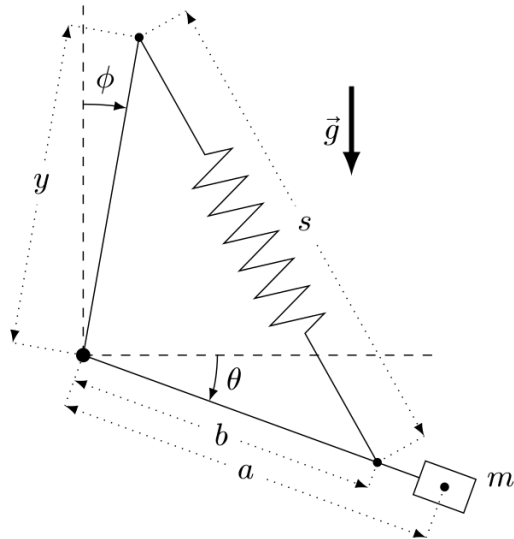

Figure 5
**Pour toute la suite, le ressort a une longueur au repos nulle.** Dans la pratique, on incline le point de support du ressort d'un petit angle  $\phi$  (figure 5).
8. Dans le cas où le point de support du ressort est incliné (figure 5), déterminer le nouveau couple  $\Gamma'$  résultant. Montrer qu'il s'écrit